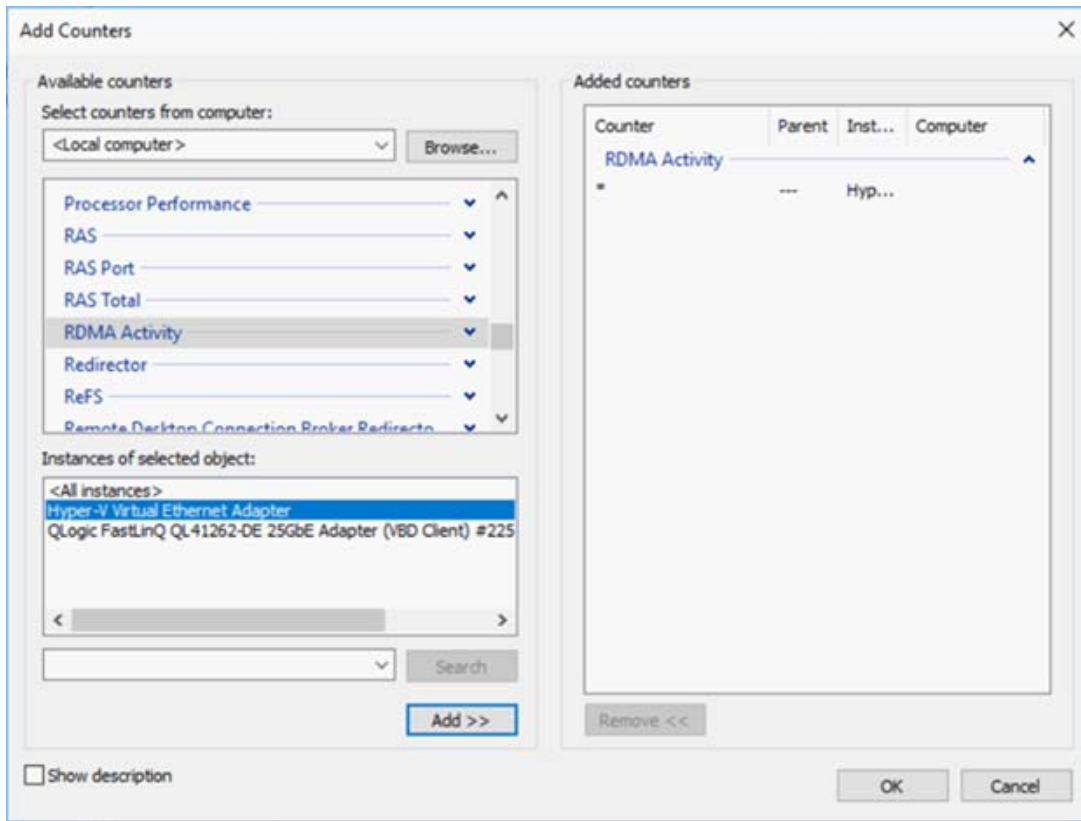

Figura 9-5. Cuadro de diálogo Add Counters (Agregar contadores)
2. Complete el cuadro de diálogo Add Counters (Agregar contadores) (Figura 9-5) como se indica a continuación: